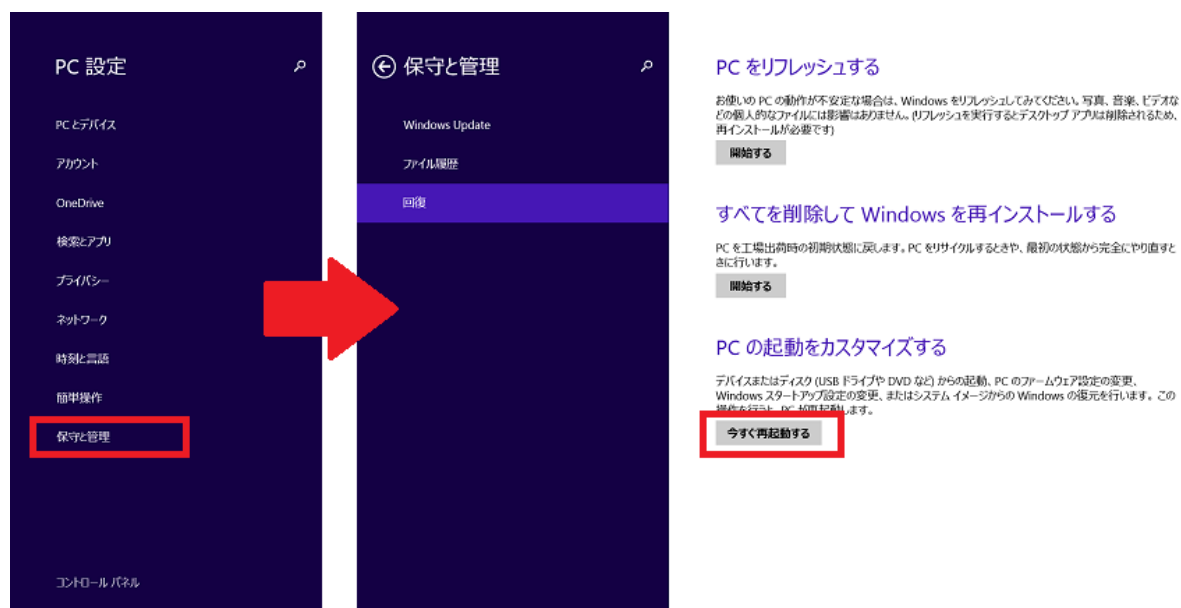

図 8.1-3 Windows8 PC 設定
3. PC 設定画面で、「保守と管理」→「回復」→「今すぐ再起動する」をクリックします。(図 8.1-3)
- 図 8.1-3 は Windows8.1 のものになります。Windows8.0 の場合は、PC 設定画面で「全般」→「今すぐ再起動する」をクリックします。